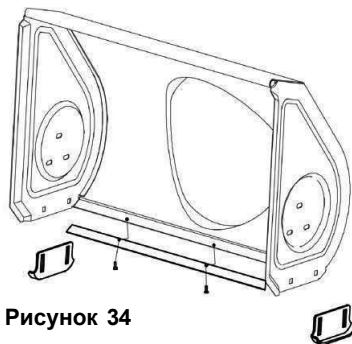

Рисунок 34
2. Установите новые ограничительные башмаки, и затяните четыре болта (по два с каждой стороны) и шестигранные гайки. См. Рисунок 34.
2. Установите новую режущую пластину так, чтобы головки болтов были внутри корпуса. Крепко затяните. См. Рисунок 34.